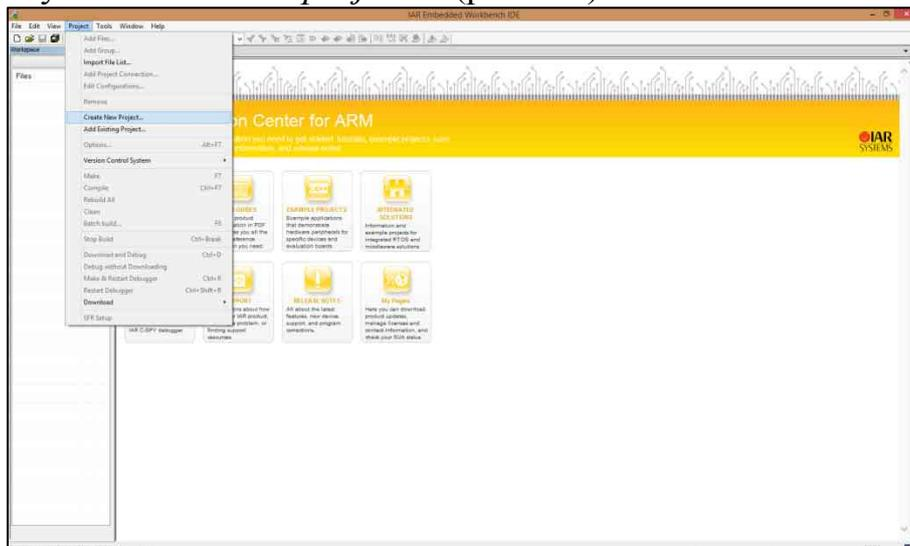

Рис. 3.2. Окно создания нового проекта
2. Для создания нового проекта необходимо зайти в меню *Project* и выбрать пункт *Create new project...* (рис. 3.2).